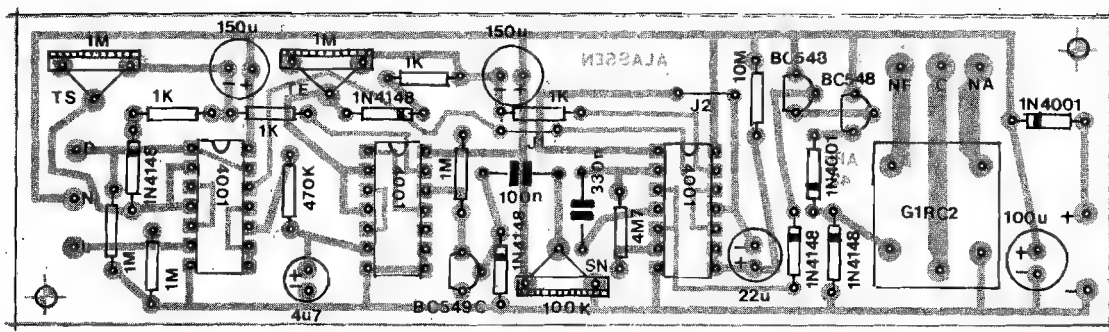

Fig.3
- FIG. 3 - "CHAPEADO" DA MONTAGEM - Apesar de apresentar uma quantidade de componentes um pouco acima da média (com relação às demais montagens e projetos costumeiramente mostrados nas páginas de APE...), não deve constituir problema ao Hobbysta atento e cuidadoso. Al-